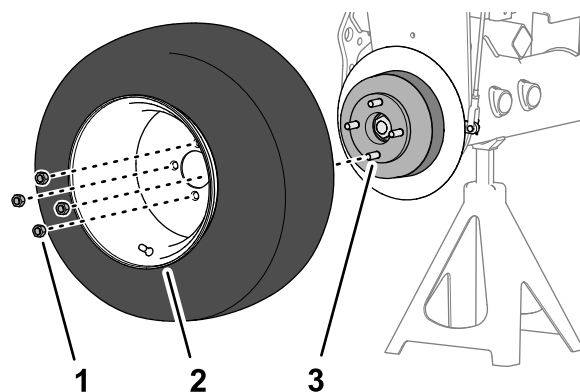

Рисунок 75
1. Установите колесо на ступицу с помощью 4 зажимных гаек (Рисунок 75) и затяните зажимные гайки от руки.